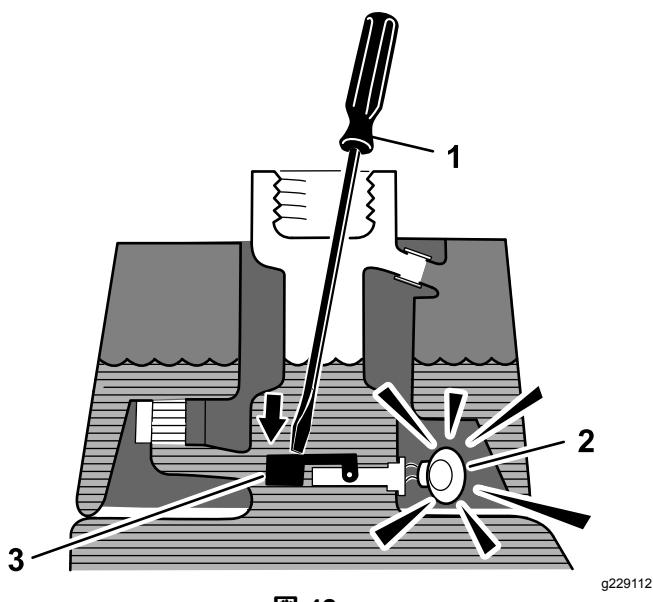

図 42
3. 汚れのついていない鉄の棒やねじ回しなどをタンクの首から差し込んで、フロートスイッチ図 42を押し下げる1秒後にアラームがなれば正常。